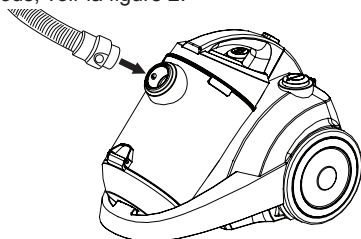

Figure 2
1. Le branchement du tuyau souple sur le bloc moteur se fait avec un petit déclic. Pour détacher le tuyau souple, vous appuyez sur les deux boutons latéraux au niveau du branchement et vous l'attirez à vous; voir la figure 2.